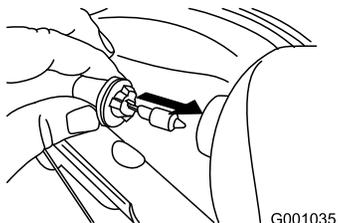

Рисунок 53
4. Вставьте новую лампу в тыльную часть фары (Рисунок 53).